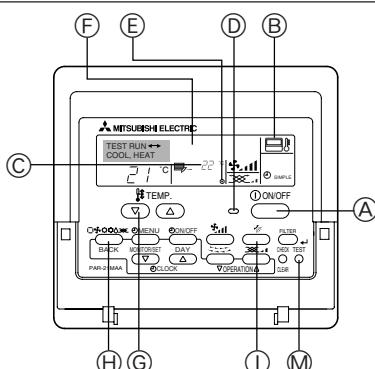

Fig. 8-1
8.2. Выполнение испытания (Использование проводного пульта дистанционного управления) (Fig. 8-1)
- ① Включите питание по крайней мере за 12 часов до начала пробного прогона.
- ② Дважды нажмите кнопку [TEST]. ➔ "TEST RUN" на ЖК-дисплее
- ③ Нажмите кнопку [Mode selection] (Выбор режима). ➔ Убедитесь в том, что воздух выдувается.
- ④ Нажмите кнопку [Mode selection] (Выбор режима) и переключитесь на режим охлаждения (или обогрева).